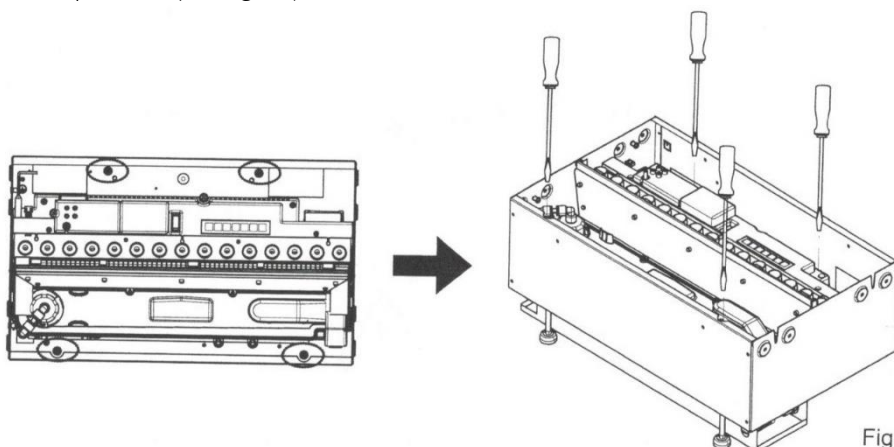

Fig. 8
3. Zorg ervoor dat het tweede product op de juiste hoogte staat, gelijk aan het eerste product, en zorg ervoor dat dit voldoende waterpas is. Dit bereikt u door de stelvoetjes met een platte schroevendraaier aan te passen. (Zie fig. 8.)